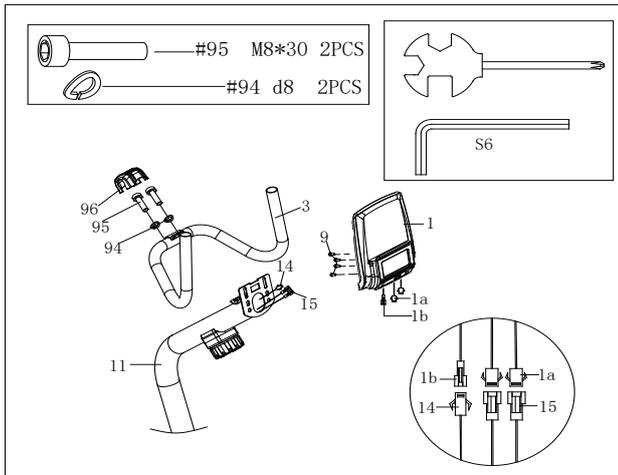

FIG.6:
Connect the sensor(1a&15;1b&14) as shown in FIG.6, Attach the computer (1) to the support tube (11) with the screws(9).
SCHRITT 6: Befestigen Sie den Lenker (3) mit der Unterlegscheibe (94) und der Schraube (95) am Stützrohr (11). Schließen Sie die Sensorkabel (1a&15 sowie 1b&14) wie in ABB.6 gezeigt an. Befestigen Sie den Computer (1) mit den Schrauben (9) am Stützrohr (11)